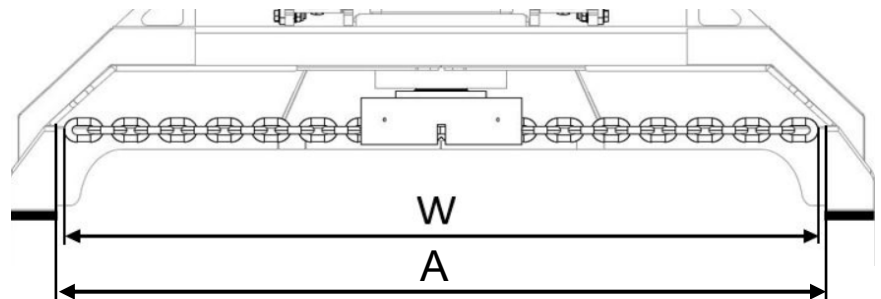

Bild.13
När kedjorna nöts så måste man minska antalet utstickande länkar så att de inte tar i chassit. När kedjans längd (**W**) blir för lång så tar den invändigt i chassiet. Detta märker man när kedjelänken börjar slå inne i klipphuvudet – se Bild.13. Detta kommer att orsaka ett ÖKAT och onormalt slitage på klipphuvudet. **Klipphuvudets slitage täcks EJ utav någon garanti.**
**Kedjans längd (**W**) får aldrig överstiga klipphuvudets inre mått (**A**),  $W < A$  – se Bild.13.**